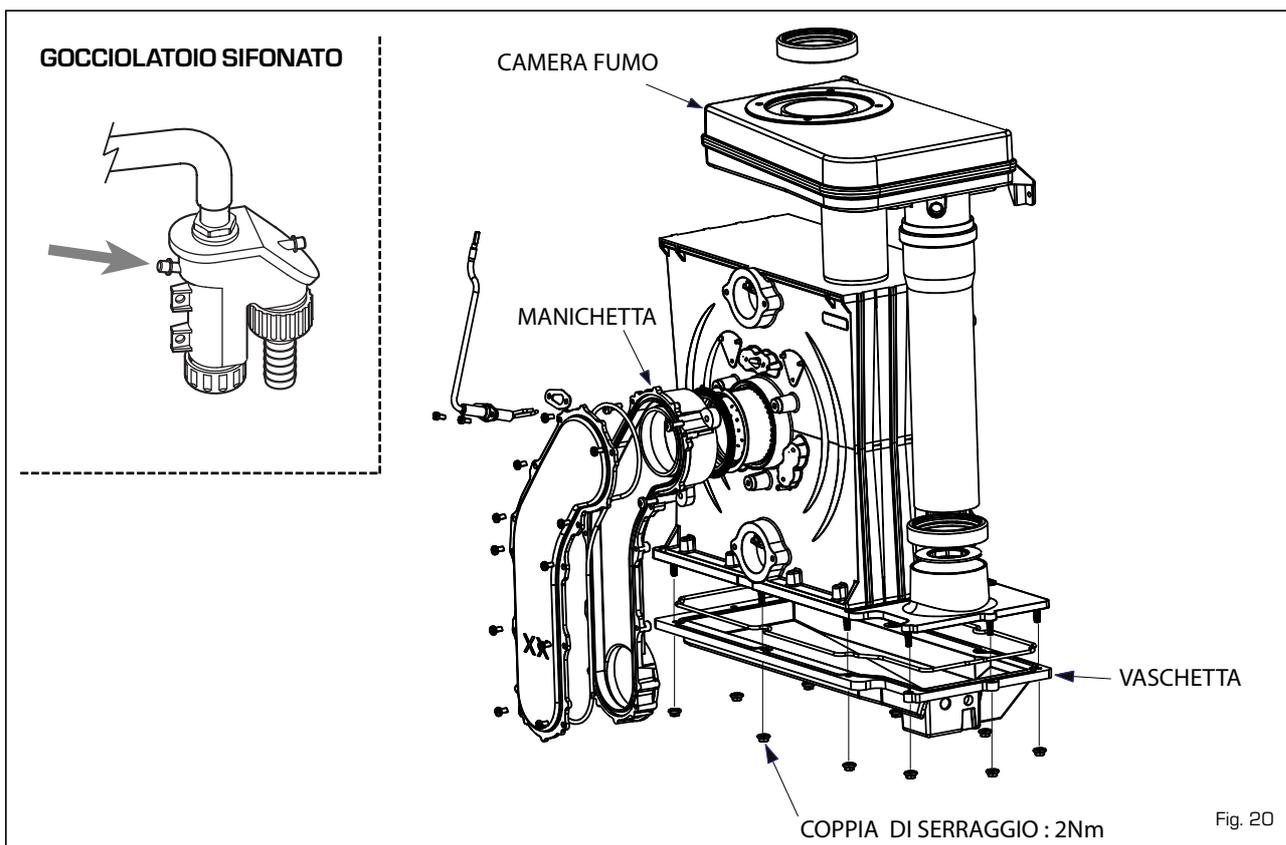

Fig. 20
4.4 MANUTENZIONE (fig. 20)
Durante le operazioni di manutenzione è necessario che il Servizio Tecnico Autorizzato controlli che il gocciolatoio sifonato sia pieno d'acqua (verifica necessaria soprattutto quando il generatore rimane inutilizzato per un lungo periodo). L'eventuale riempimento si effettua dall'apposito imbocco (fig. 20).
Per la pulizia dello scambiatore e del bruciatore agire invece nel seguente modo (fig. 20):